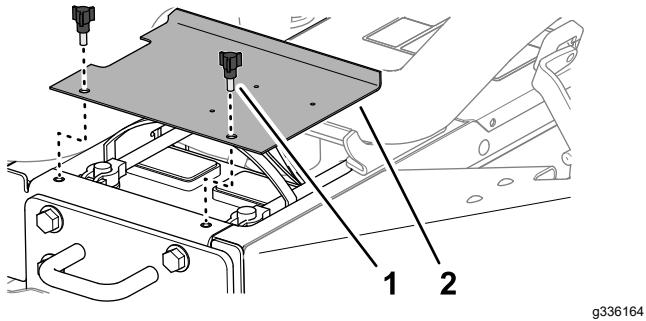

Figura 4
- Retire los 2 pomos que sujetan la tapa de la batería a la máquina, y retire la tapa (Figura 4).